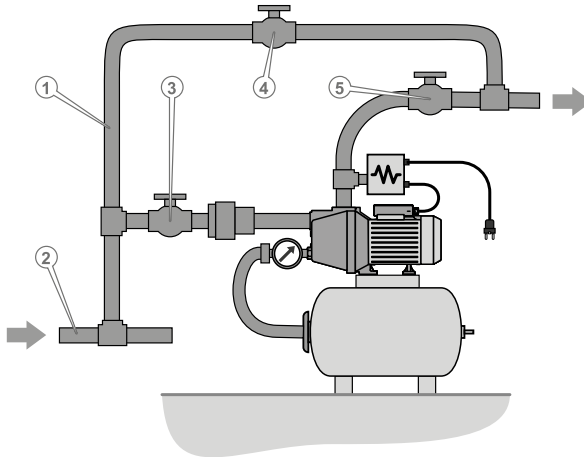

Рисунок 13. Схема монтажу насосної станції в діючу систему централізованого водопостачання для підвищення тиску.
1. Змонтувати насосну станцію в активну систему водопостачання (2, рис. 13).
2. Змонтувати обхідну гілку водопроводу — байпас (1, рис. 13), що дає змогу в разі виходу з ладу насосної станції пустити воду в обхід насосної станції (рис. 13). Байпас має бути оснащений окремим запірним краном (4, рис. 13), який перебуває в закритому стані під час роботи насосної станції.
У разі аварійної зупинки насосної станції її вхідний (3, рис. 13) та вихідний (5, рис. 13) запірні крани закриваються, а запірний кран (4, рис. 13) байпаса відкривається, забезпечуючи функціонування системи водопостачання, оминаючи насосну станцію.
5. Відкрити запірні крани (3, 5, рис. 13) на вхідному та вихідному трубопроводах насосної станції.